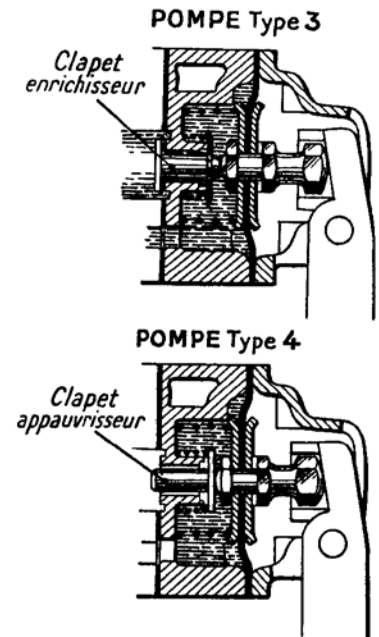

Fig. 22. — Papillon de gaz ouvert.
- ou bien la pompe comporte un dispositif enrichisseur de pleine charge, et le chiffre caractéristique est suivi du chiffre 3 (73, 83, 93) (Fig. 22),
- enfin, si la pompe comporte un dispositif appauvrisseur de pleine charge, le chiffre caractéristique est suivi du chiffre 4 (74, 84, 94) (Fig. 22).